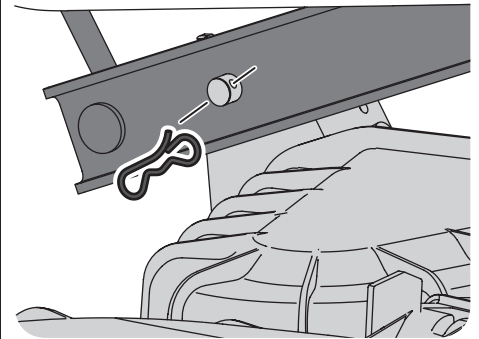

Figura 4-4
- Mirando hacia la plataforma desde el lado izquierdo del tractor, ubique el pasador de chaveta en el lado posterior izquierdo de la plataforma. Vea la Figura 4-4.
- Retire el pasador y saque el pasador de la plataforma del brazo de elevación de la misma. Vea la Figura 4-4.
3. Extraiga la tuerca de brida hexagonal que asegura la cuchilla al montaje del husillo. Vea la Figura 4-4.